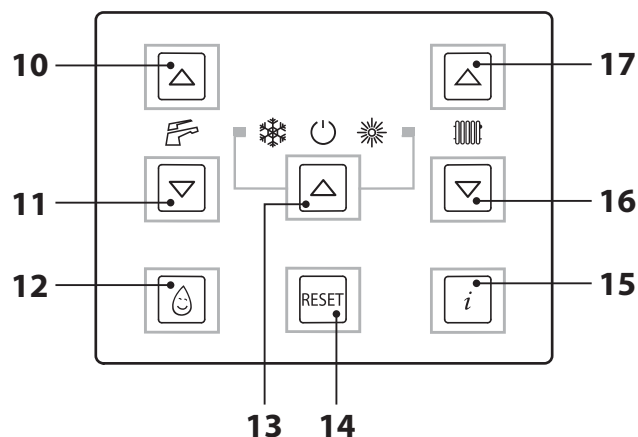
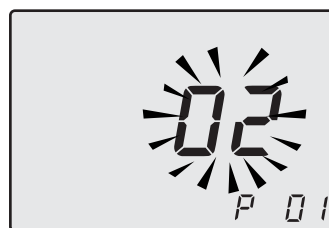

Рисунок 5.28
Рисунок 5.29
жав одновременно и удерживая в течение 10 секунд кнопки 13-16-17 (Рисунок 5.28), до появления на дисплее кода **P01** и значения параметра, которые указывают на вход в "параметр 01" (Рисунок 5.29).
- Чтобы подтвердить внесенное значение, нажать кнопку 13 (Рисунок 5.28).
В любом случае, если комнатная температура слишком низкая или слишком высокая, можно увеличить или уменьшить температуру отопления на $\pm 15\text{ }^\circ\text{C}$ при помощи кнопок 16 (уменьшение) и 17 (увеличение), см. Рисунок 5.28.